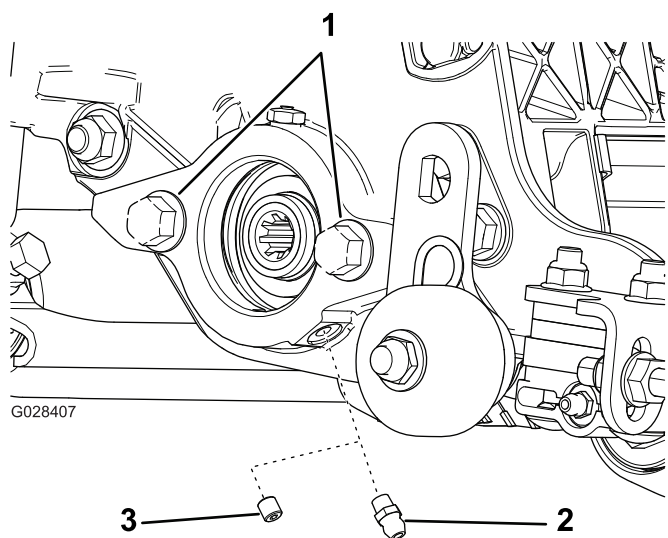

Figura 5
1. Rimuovete ed eliminate la vite di fermo sulla piastra laterale del motore dei cilindri (Figura 5).
2. Montate il raccordo d'ingrassaggio diritto (Figura 5).
3. Se non sono presenti bulloni sulla piastra laterale del motore dei cilindri, montateli (Figura 5).
I verticutter possono essere installati su uno qualsiasi dei 5 punti di montaggio della macchina. La Figura 5 illustra l'orientamento del motore rispetto a ciascuno dei punti di montaggio. Per tutte le posizioni che richiedono il montaggio del motore sul lato destro del verticutter, installate un contrappeso sul lato sinistro. Per le posizioni che richiedono il montaggio del motore sul lato sinistro, installate un contrappeso sul lato destro del verticutter.